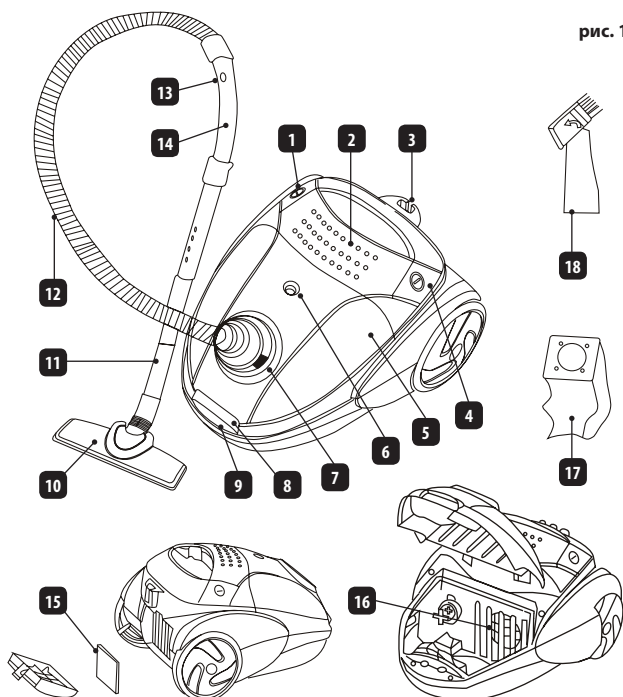

рис. 1
- проверьте, установлены ли фильтры (15, 16) - рис. 1,
- вставьте конец шланга (12) в гнездо (7),
- затем подсоедините конец (14) к трубам (11),
- на другом конце трубы (11) установите соответствующий наконечник (10 или 18),
- нажмите кнопку блокировки (8), поверните крышку (5) и установите пылесос вертикально,
- закройте крышку (5).
- Внутренний входной фильтр (16) защищает двигатель от повреждений. Доступ к фильтру можно получить, открыв крышку (5) и выткнув пылесборник (17),
- Внешний фильтр (15) служит для защиты от загрязнения воздуха в убираемых помещениях.
- Доступ к фильтру можно получить, открыв крышку фильтра (15) - рис. 1.